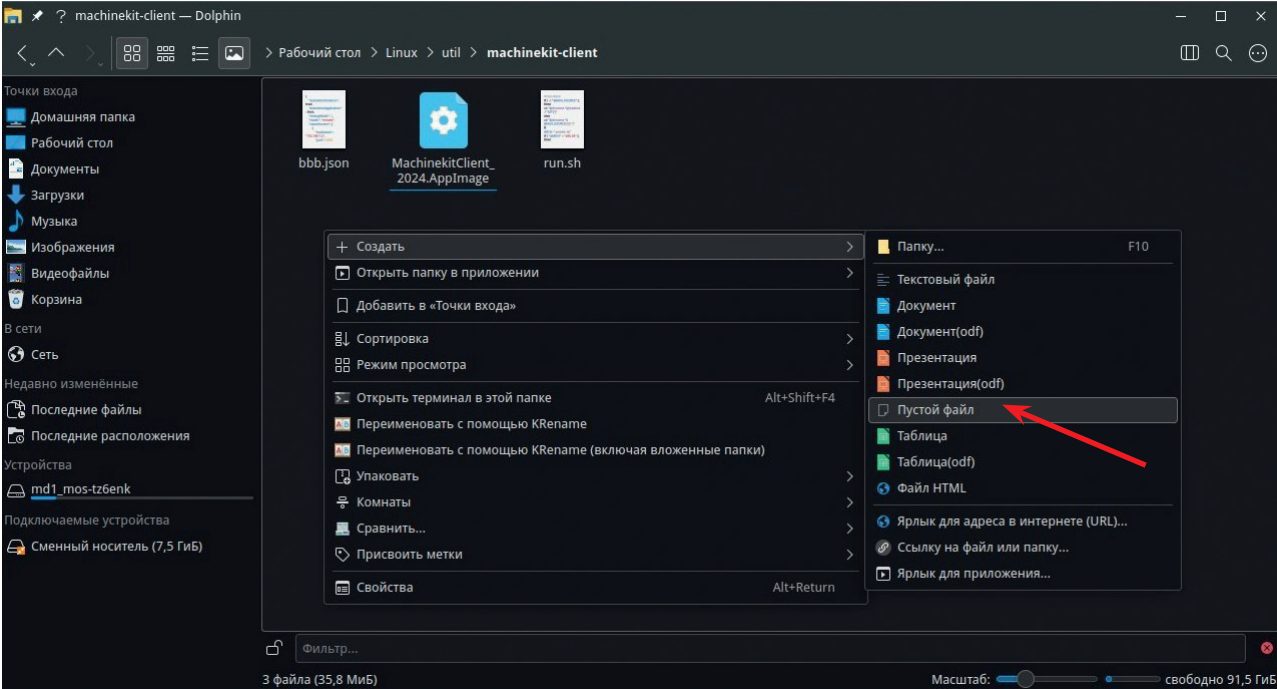

Рис. 8
- Создайте пустой файл с названием **MachineKit.sh** (рис. 8).